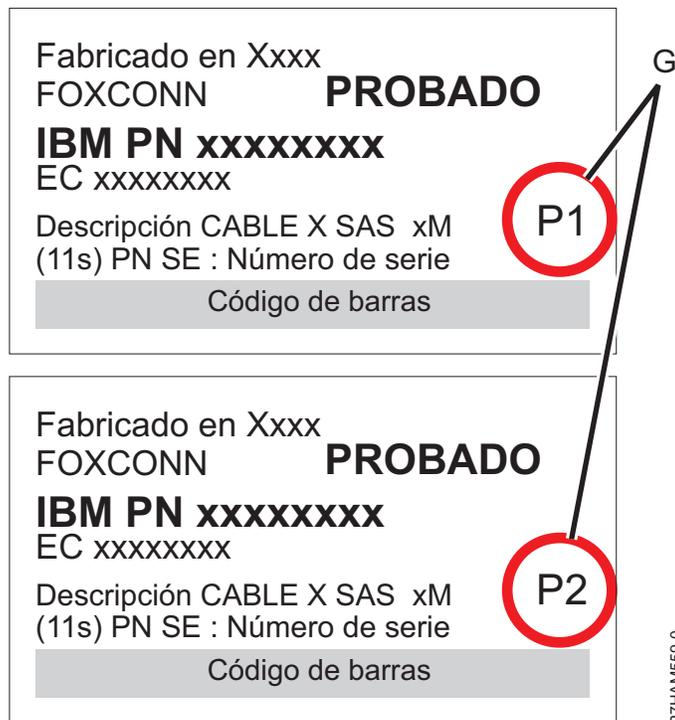

Figura 44. Etiquetas de los cables de adaptador SAS que muestran los identificadores P1 y P2
- El cable que se conecta al adaptador SAS independiente 1 (C) contiene una etiqueta con el identificador P1 (G), como se muestra en la Figura 44 en la página 87. Este adaptador no tiene acceso a ningún otro adaptador independiente y sólo tiene acceso a las bahías de unidad D1 - D6.
- El cable que se conecta al adaptador SAS independiente 2 (D) contiene una etiqueta con el identificador P2 (G), como se muestra en la Figura 44 en la página 87. Este adaptador no tiene acceso a ningún otro adaptador independiente y sólo tiene acceso a las bahías de unidad D7 - D12.
- El cable que se conecta al adaptador SAS independiente 3 (E) contiene una etiqueta con el identificador P1 (G), como se muestra en la Figura 44 en la página 87. Este adaptador no tiene acceso a ningún otro adaptador independiente y sólo tiene acceso a las bahías de unidad D13 - D18.
- El cable que se conecta al adaptador SAS independiente 4 (F) contiene una etiqueta con el identificador P2 (G), como se muestra en la Figura 44 en la página 87. Este adaptador no tiene acceso a ningún otro adaptador independiente y sólo tiene acceso a las bahías de unidad D19 - D24.